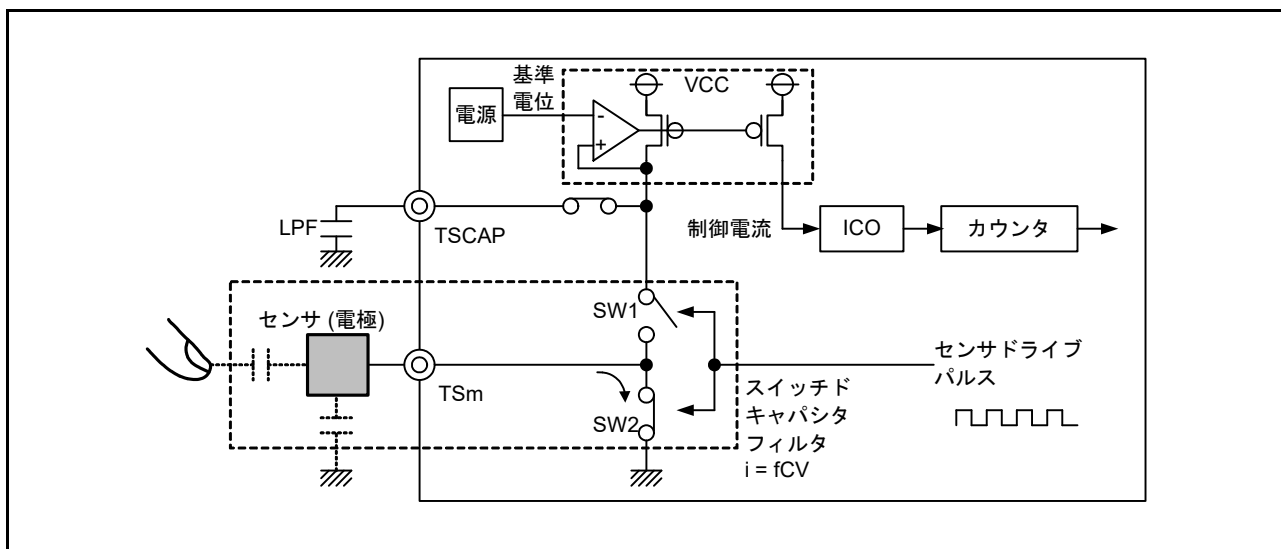

図 43.6 放電動作 (m = 2, 3, 4, 7, 8, 12, 13, 22, 23, 27, 30, 35)
(2) SW1 : OFF、SW2 : ON にすることで、充電された容量は放電されます (図 43.6)。